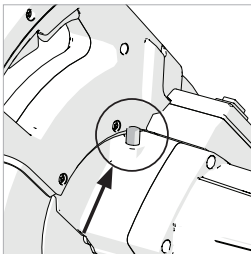

Fig. 39
- Drücken Sie auf die schwarze Dornverriegelungstaste zum Sperren des Dorns. (**Abb. 39**)